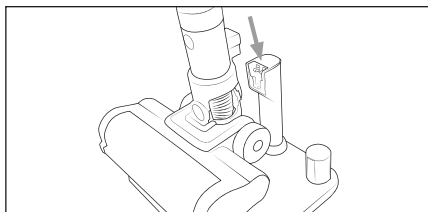

Abb. 6
- ◆ Așezați aparatul pe suportul aparatului ❸ de la încărcător ❹. Aveți grijă ca contactele de încărcare ❺ ale aparatului și ale încărcătorului ❹ să fie perfect conectate. Afișajul bateriei ❷ începe să lumineze intermitent și procesul de încărcare începe (a se vedea fig. 6 și 7).